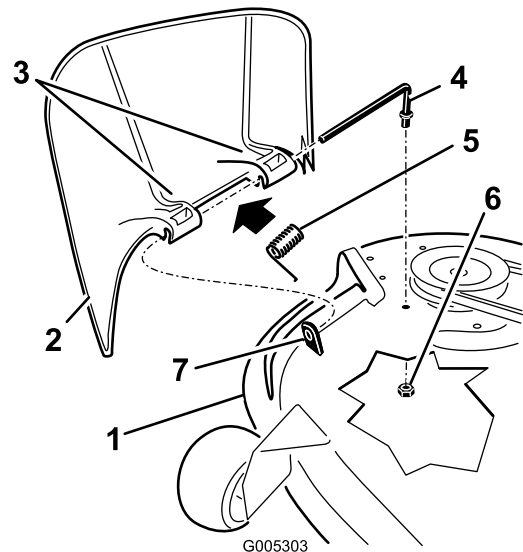

Figure 54
1. Repérez les éléments illustrés à la Figure 54.
2. Retirez l'écrou (3/8 pouce) de la tige, sous le plateau de coupe (Figure 54).
3. Sortez la tige de la courte cheville de positionnement, du ressort et du déflecteur d'herbe (Figure 54). Enlevez le déflecteur s'il est endommagé ou usé.
4. Remettez en place le déflecteur d'herbe (Figure 54).
6. Placez le ressort sur la tige, les fils d'extrémité dirigés vers le bas, entre les supports du déflecteur d'herbe. Insérez la tige dans le deuxième support du déflecteur d'herbe (Figure 54).
7. Insérez la tige à l'avant du déflecteur dans la courte cheville de positionnement sur le plateau. Fixez l'extrémité arrière de la tige dans le plateau de coupe à l'aide d'un écrou (3/8 pouce) (Figure 54).